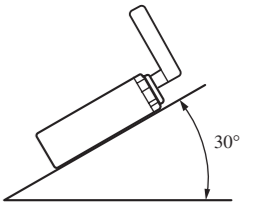

Fig. 5
- L'angle de l'installation, ne doit pas dépasser 30° par rapport à l'horizontale, faute de quoi l'unité ne fournira pas ses performances optimales. (Fig. 5)